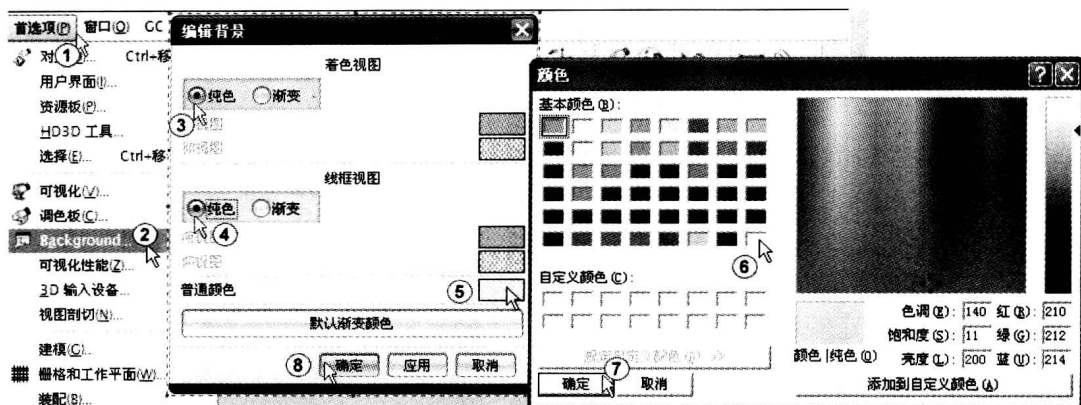

图 1-4 改变背景为白色
(3) 设置背景颜色。单击菜单栏中的“首选项”菜单, 在弹出的下拉菜单中选择“背景”, 如图 1-4 中①和②所示。系统弹出“编辑背景”对话框, 单击“纯色”前的按钮, 如图 1-4 中③和④所示, 单击“普通颜色”右边的方框, 如图 1-4 中⑤所示。系统弹出“颜色”对话框, 单击“白色”, 如图 1-3 中⑥所示, 单击“确定”图标按钮 , 如图 1-4 中⑦所示。系统返回到“编辑背景”对话框, 单击“确定”图标按钮 , 如图 1-4 中⑧所示。